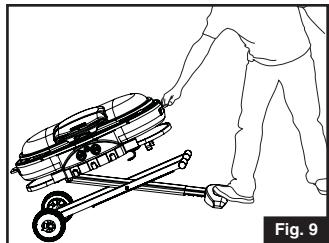

Fig. 9
- Ponga su pie en el asa plástico para remolcar, agarre la parrilla por el asa y levántela hasta que el estante esté completamente extendido. (Fig. 9)